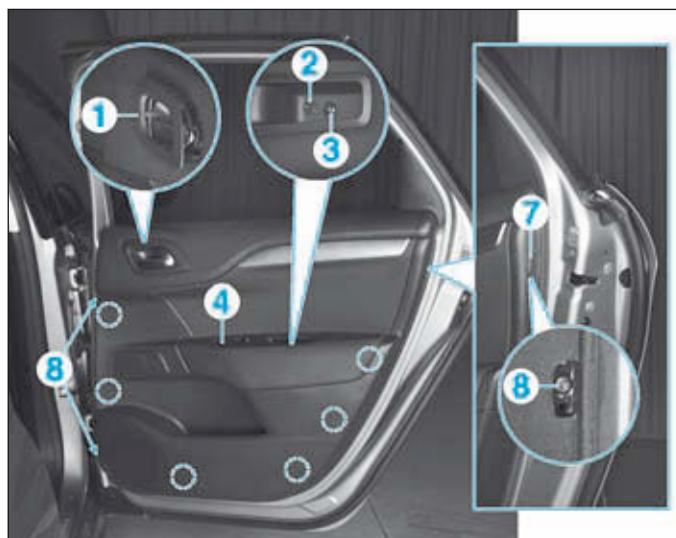

FIG.48
- Dégrafer et déposer la garniture (1) de commande d'ouverture de porte (Fig.48).